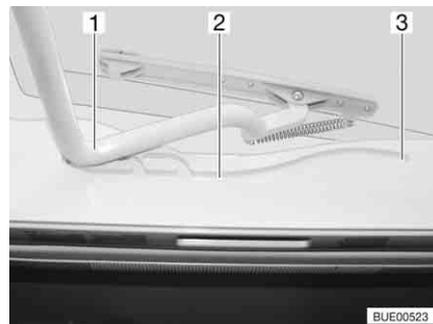

Fig. 90 Clarabóia Heki, guia
- Puxe o arco (Fig. 90,1) nos guias (Fig. 90,2) até à posição mais posterior (Fig. 90,3).
- Empurre ligeiramente para cima o arco (Fig. 90,1) usando ambas as mãos.
- Puxe o arco nos guias (Fig. 90,2) até à posição pretendida.